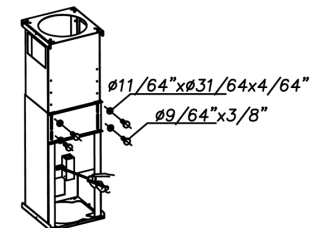
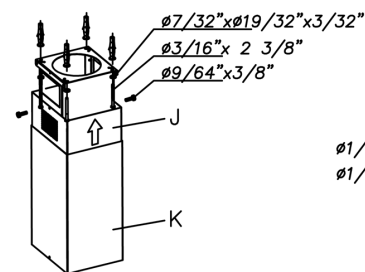

Fig. 3
Fig. 4
- Adjust the length of the telescopic structure and attached the two pieces with 8 screws and washers. Bear in mind that the minimum distance from working surface to the base of the hood should not be less than 22" (Fig. 3).
- Attach the previously adjusted telescopic structure to the ceiling using 4 screws and washers (Fig. 4).
- Introduce the J pipe with the grate on the upper part and attach the telescopic structure using 2 screws (Fig. 4).
- Run three wires, two for the power supply and the ground wire, from the connection box on the canopy to a power connection point near the installation. See Fig. 3
• **Limpieza del filtro de grasa:** En virtud del uso y como mínimo cada mes, los filtros de grasa deberán ser desmontados (Fig. 3) y (Fig. 4) y lavados en lavavajillas o en agua caliente y detergente. En el caso de utilizar lavavajillas, es recomendable colocarlos en posición vertical para evitar que los restos de comida se depositen sobre el mismo. Después de haberlos enjuagado y secado colocar-los nuevamente en su lugar, actuando de forma inversa al desmontarlos.